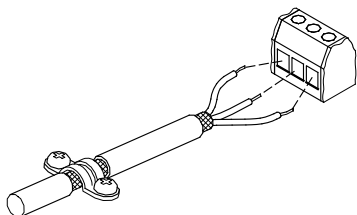

Abb. 37 Beispiel für ein abgeschirmtes Kabel mit Schirm
- Der Schirm ist so dicht wie möglich an den Anschlussklemmen aufzulegen. Siehe Abb. 37.